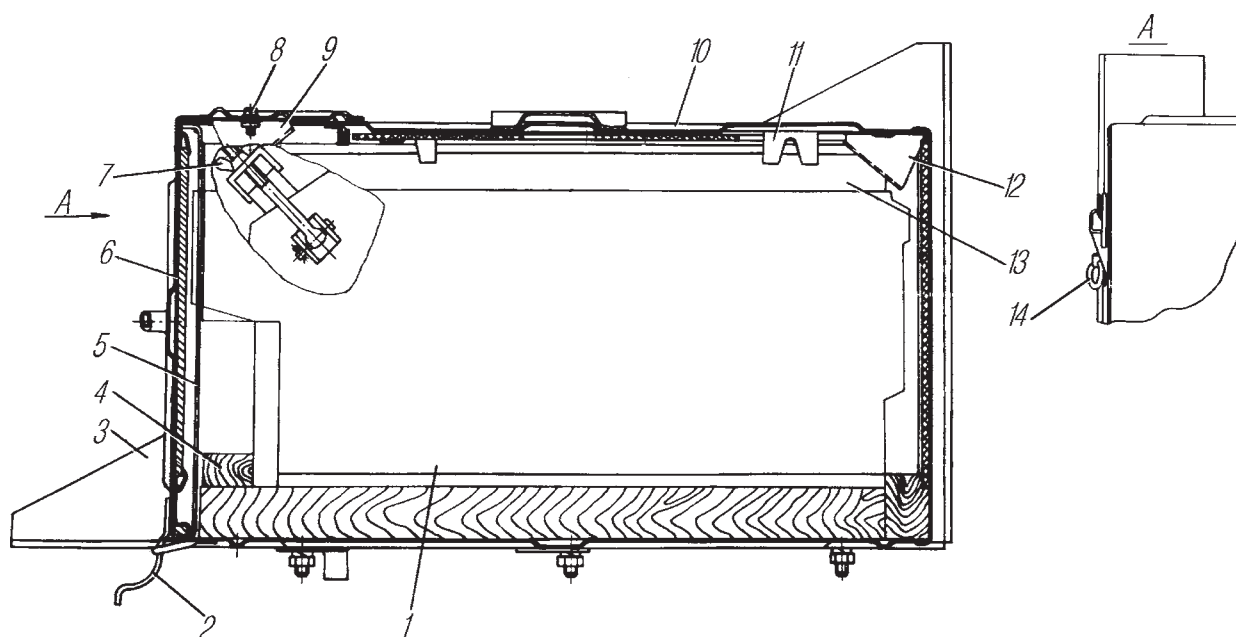

Рис. 86. Установка аккумуляторных батарей:
**Крепление аккумуляторных батарей.** Аккумуляторные батареи 1 (рис. 86) установлены в контейнере 10 на двух боковых и средней опорах. Батареи после их установки в контейнер крепятся двумя верхними прижимами 13 и передним упором 4. Верхние прижимы 13 фиксируются передними 9 и задними 12 клиновыми упорами. Передние клиновые упоры 9 выполнены регулируемые и закреплены на крышке 6 контейнера болтами 8. Задний упор 12 приварен в верхней задней части контейнера 10. На верхней панели контейнера 10 приварены направ-ляющие 11 для правильной установки прижима 13 относительно упоров 9 и 12.